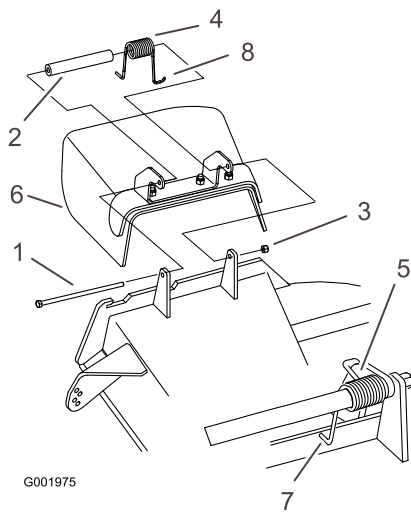

Bild 63
1. Entfernen Sie die Sicherungsmutter, Schraube, Feder und das Distanzstück, mit denen das Ablenkblech an den Drehhalterungen befestigt ist (Bild 63). Entfernen Sie defekte oder abgenutzte Ablenkbleche.
Hinweis: Achten Sie darauf, dass das L-förmige Federende hinter der Mähwerkkante installiert wird, bevor Sie die Schraube wie in Bild 63 gezeigt einsetzen.
- Setzen Sie die Schraube und Mutter ein. Führen Sie das J-förmige Hakenende der Feder um das Ablenklech (Bild 63).